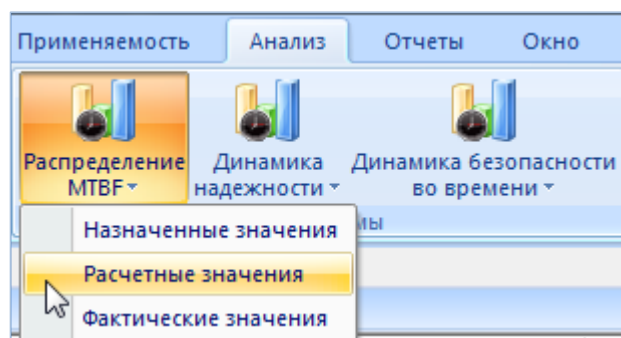

Рис. 29-16 – Выбор диаграммы
- 3) Нажать кнопку «Распределение МТBF» панели «Диаграммы» на вкладке «Анализ» и выбрать пункт «Расчетные значения» (рис. 29-16).